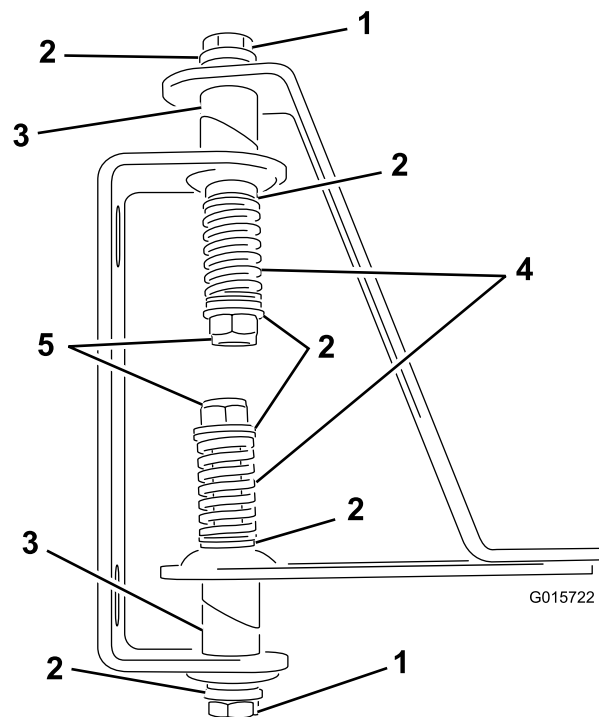

Figura 3
4. Inserite i bulloni attraverso le aperture del tubo saldato incernierato, le cerniere e le cinghiette (Figura 3).
6. Installate una molla sull'estremità di ciascun bullone (Figura 3).